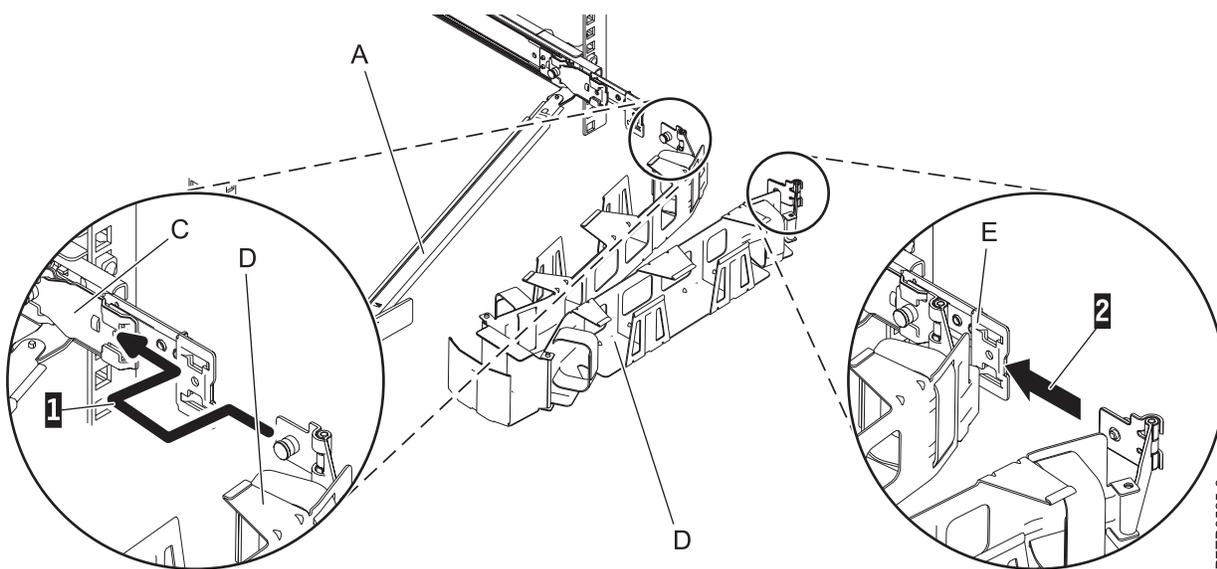

Figura 17. Conexión del brazo portacables
6. Coloque el brazo portacables (D) en el brazo de soporte (A). Tire de la patilla del brazo portacables (1) y, a continuación, deslice la pestaña del brazo portacables (2) en la ranura, en la pieza de sujeción de montaje (C). Empuje la pestaña hasta que quede encajada en su sitio. Tire de la otra patilla del brazo portacables (3) y, a continuación, deslice esa pestaña del brazo portacables en la ranura (4) de la pieza de sujeción de montaje (E) en el externo del riel deslizante derecho. Empuje la pestaña hasta que quede encajada en su sitio, tal como se muestra en la Figura 17.